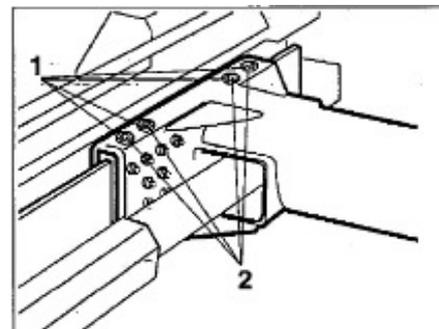

Fig.8.6
- e) Desaperte as quatro porcas de bloqueio de registo (1 Fig.8.6).
- f) Parafusar cada um dos seis parafusos de registo de sapatos de deslize (2 Fig.8.6) um quarto de volta.
- h) Apertar as quatro porcas de bloqueio dos registos (1 Fig.8.6)